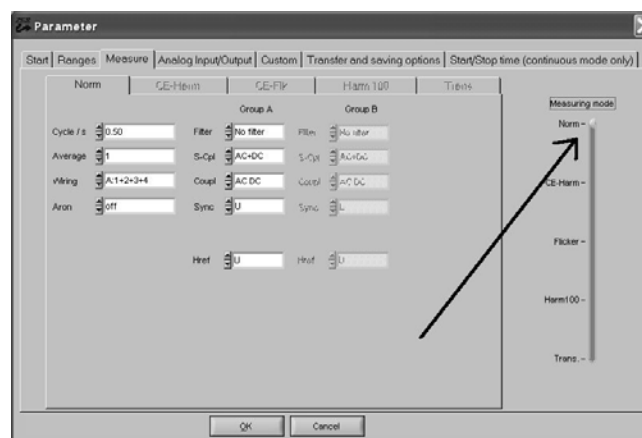

Abbildung 2. Konfigurieren der Messung im normalen Messmodus
3. Konfigurieren einer Messung in normalen Messmodus (Abbildung 2)